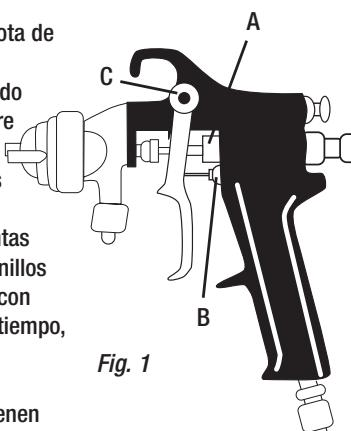

Fig. 1
- Conecte la manguera según se ilustra en la Fig.1.
Vea la Fig. 1 para la ubicación de los puntos mencionados.